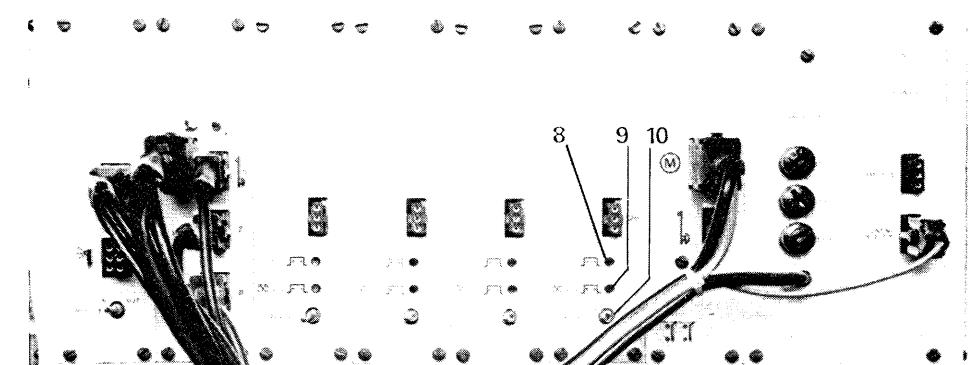

Fig. 2
Die Einstellung dieser Zeitspanne erfolgt über den Potenziometer PT (8 Fig.2).
Wenn in Stellung ON, betätigt er, am Anfang der Nahtteilstrecke, die Dosierungswalzen mit Höchstgeschwindigkeit für eine einstellbare Zeit. Die Einstellung dieser Zeitspanne erfolgt über den Potenzionmeter PT (9 Fig. 2).
- 2) Den ersten Modul der Vorrichtung, welcher immer M 018 ist, von der Stromspeisung ausschliessen, indem der auf der Rückseite des Moduls selbst angebrachte Kippschalter MODULE (10 Fig. 2) in Stellung OUT gebracht wird.
- 20) Den ersten Modul einschalten, indem der Kippschalter MODULE (10 Fig. 2) auf IN gestellt wird.